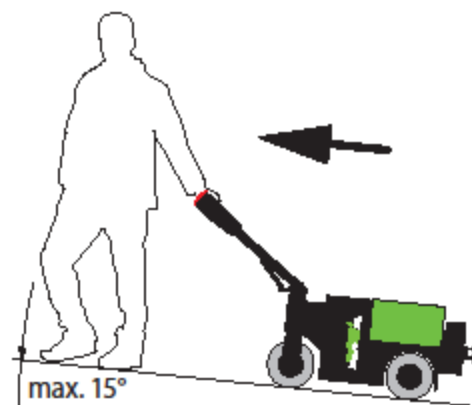

Fig. 8
- Si tiene que transportar un carro hacia arriba, el Movexx le ofrece una función de bloqueo. En dichas situaciones, la combinación solo se puede desplazar en la posición de empuje (siempre que la máquina tenga un freno), es decir con el carro delante suyo. (Fig. 8)